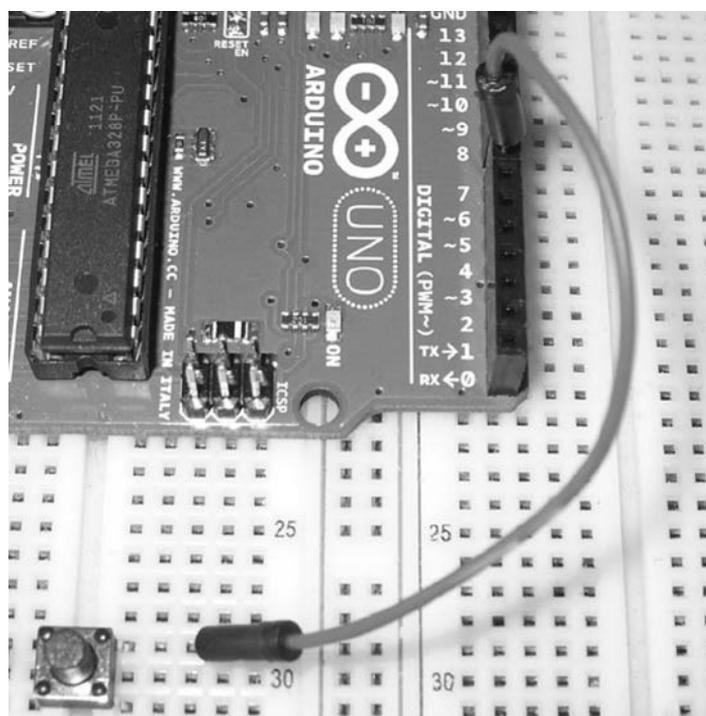

Рис. 4.23. Соединение кнопки с цифровым входом
4. Соедините проводом цифровой вход 7 на плате Arduino и правый верхний контакт кнопки, как показано на рис. 4.23.